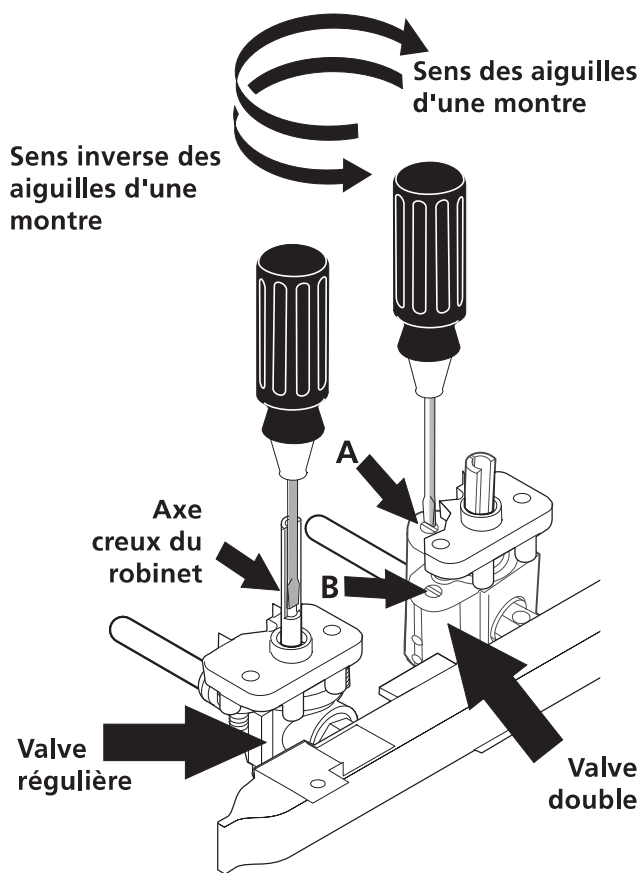

Figure 10
4. Réglez la position LOW des valves régulières (voir Figure 10):
5. Réglez la position LOW des valves doubles (voir Figure 10):
- E. La dimension de la flamme de la portion interne du brûleur peut être augmentée ou diminuée en tournant la vis **A** (voir Figure 10). Utilisez la vis **B** pour ajuster la dimension de la flamme de la portion externe du brûleur. Tournez la vis dans le sens inverse des aiguilles d'une montre pour augmenter la dimension de la flamme et dans le sens des aiguilles d'une montre pour diminuer la dimension de la flamme. Ajustez la flamme jusqu'à ce que vous puissiez tourner rapidement le bouton de LITE à la plus basse position (LOW) sans éteindre la flamme. Celle-ci devrait être aussi minuscule que possible sans s'éteindre.